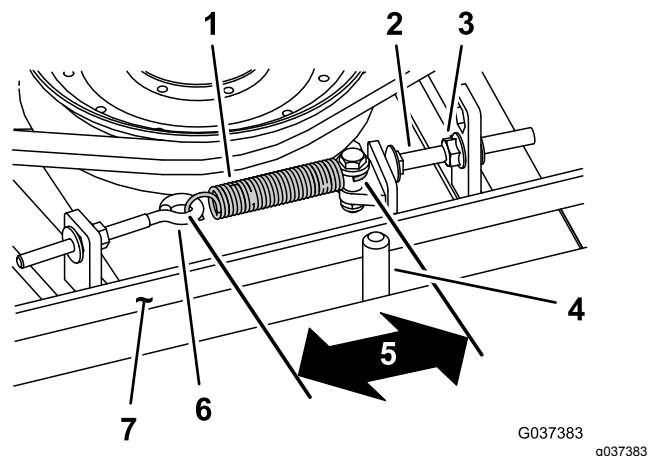

Bild 102
Bei richtiger Spannung sollte die Messung innen an der Verlängerungsfeder (Haken zu Haken) ungefähr $8,3 \text{ cm} \pm 9,5 \text{ cm}$ betragen. Wenn die Federspannung richtig ist, stellen Sie die Anschlagsschraube (Schlossschraube) ein, bis der Abstand zwischen dem Schraubenkopf und dem Spannarm ungefähr 2-55 mm beträgt (Bild 102).
Hinweis: Achten Sie darauf, dass der Riemen auf der Federseite der Riemenführung positioniert ist (Bild 102).
2. Lockern Sie den Augenbolzen (Bild 102).
3. Lösen Sie die Bundmutter, mit der die Anschlagschraube an der Befestigungsnase befestigt ist, und schieben Sie die Spannscheibe vom Riemen weg (Bild 102).
9. Setzen Sie die Verlängerungsfeder (Bild 102) wieder in den Augenbolzen ein und spannen Sie den Riemen wie folgt: